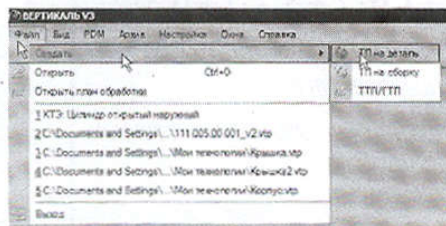
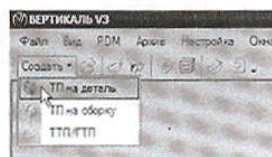

Рисунок 5
Рисунок 6
1. Выберите в основном меню **Файл – Создать – ТП на деталь** (рис. 5) или нажмите Создать – ТП на деталь на инструментальной панели (рис. 6).